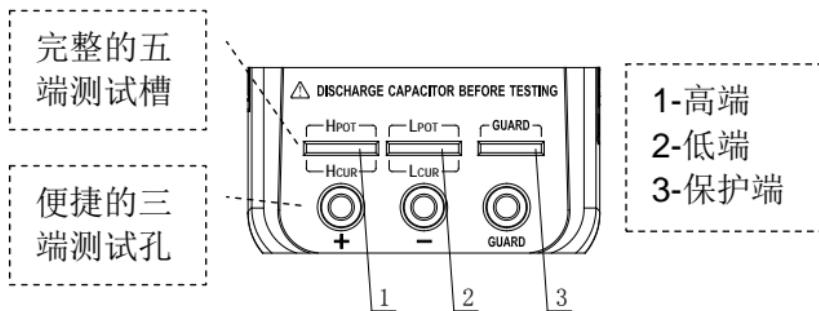

图 4 – 测试端口
1. 打开仪器后面的撑脚，找到紧固电池仓盖的螺丝，如图 4 所示，用螺丝刀松开螺丝后，移开电池仓盖。
2. 在电池仓装入合适的电池，注意极性，电池仓内有电池极性标识，参见图 4，请务必确认电池的极性标识与仓内标识一致后将电池压入。